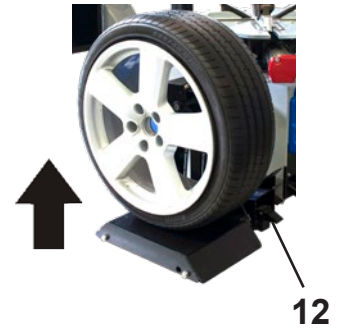

Fig. 1
- À l'aide de la pédale **12** (fig. 1), soulever complètement la roue et la placer sur plateau centreur.